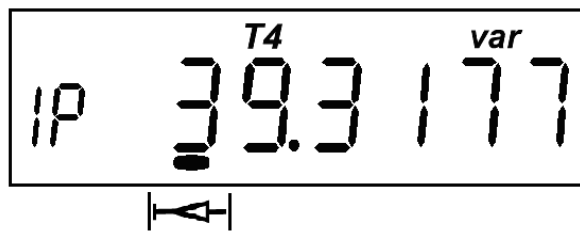

Рисунок 4.12
- прогнозируемая фактическая величина отпущенной реактивной мощности текущего месяца (отображается мнемоникой "var" и маркером "←") (пример - см. рис. 4.12).